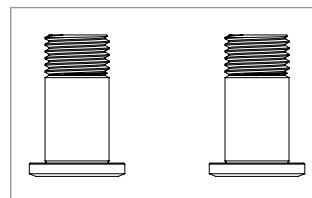

Figure 3 – Kit de boulons de montage du pivot 3731 SS
- Kit de boulons de montage du pivot en acier inoxydable 3731 (Figure 3)